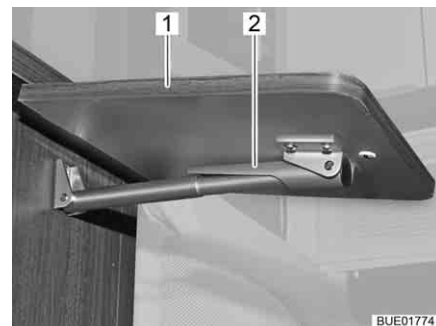

Fig. 138 Table pliante/surface de travail, déverrouillée
- Soulever légèrement la table pliante/surface de travail (Fig. 138,1). De l'autre main, faire basculer la fixation (Fig. 138,2) du support télescopique vers le haut.